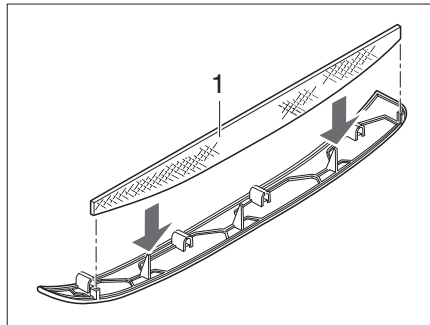
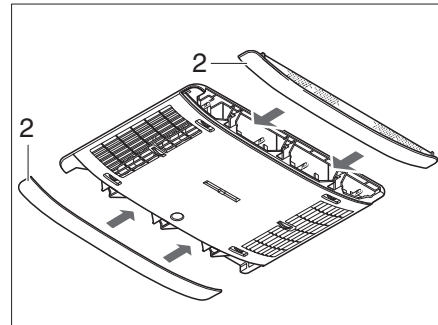

Fig. 154 Filtro de pelusas de la instalación de aire acondicionado
Fig. 155 Paneles de instalación de aire acondicionado
En los paneles laterales (Fig. 155,2) hay dos filtro de pelusas. Los filtros de pelusas deben ser limpiados a intervalos regulares, pero por lo menos cada 6 meses, y reemplazados en caso necesario.
- Sacar los paneles (Fig. 155,2) del distribuidor de aire y limpiar los filtro de pelusas (Fig. 154,1) o reemplazarlos si es necesario.